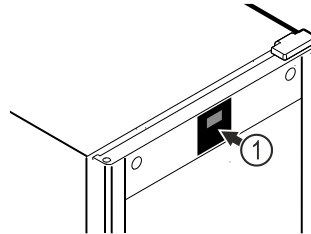

Fig. 51 Näitlik kujutis
Termomeeter on juba tehases kalibreeritud (ofset +6 kelvinit). Kui siseruumi temperatuur kaldub temperatuurinäidust Fig. 51 (1) kõrvale, siis saate termomeetrit kalibreerida.